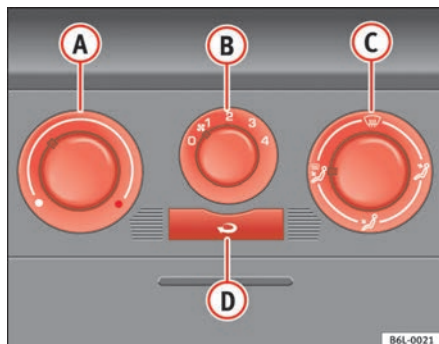

Fig. 87 Mandos de la calefacción en el tablero de instrumentos
- Con los reguladores ⇒ fig. 87 A y C y con el mando B se regula la temperatura, la distribución del aire y la velocidad de la turbina.